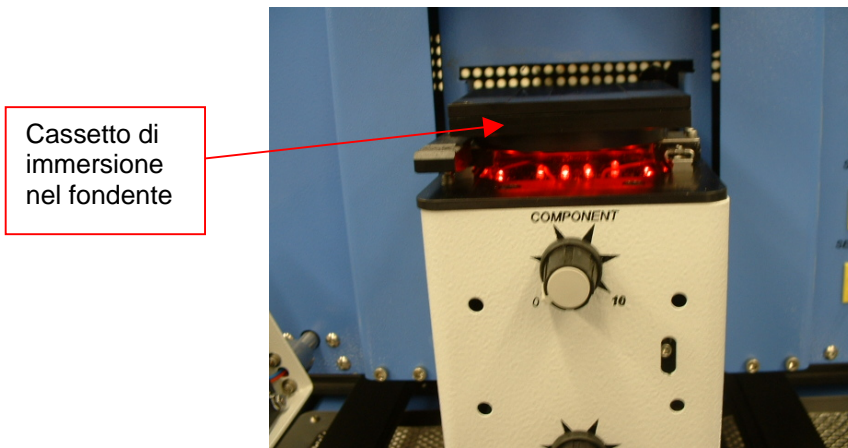

Figura 17b
- xii. Se è stata selezionata l'opzione Immersione di Flusso, rimuovere il nido del componente e rimontare un cassetto di immersione nel fondente preparato sull'attrezzatura. (Figura 17b) Cliccare col mouse per l'immersione, quindi rimuovere il gruppo d'immersione nel fondente.